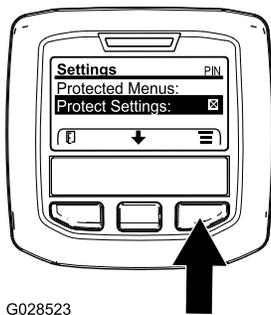

Figure 23
1. Dans le MENU PRINCIPAL, appuyez sur le bouton central pour naviguer jusqu'au menu RÉGLAGES, puis appuyez sur le bouton droit (Figure 23).